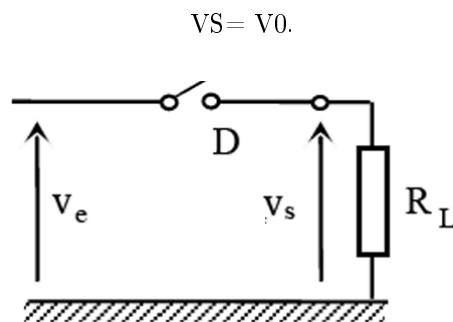

FIGURE 4.5 – Montage simple alternance (diode bloquée)
- \* Lorsque le signal appliqué à l'entrée est de polarité négative, la diode se bloque et le circuit équivalent au circuit de redressement est donné par la figure 4.5 . On constate que la résistance de charge  $R_L$  n'est parcourue par aucun courant :